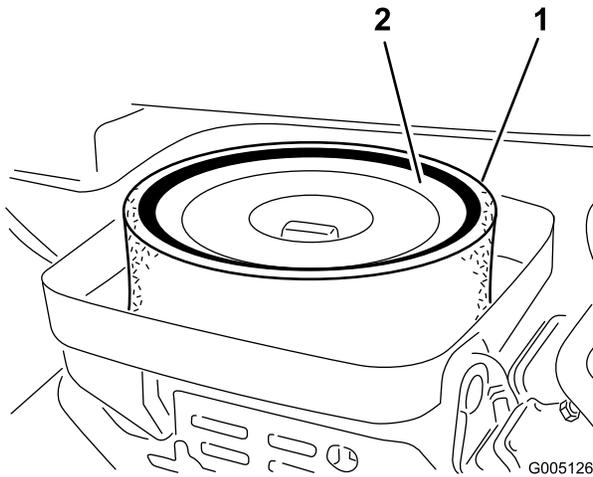

Figura 43
3. Si el elemento de gomaespuma está sucio, sepárelo del elemento de papel (Figura 43). Límpielo a fondo, de la manera siguiente: